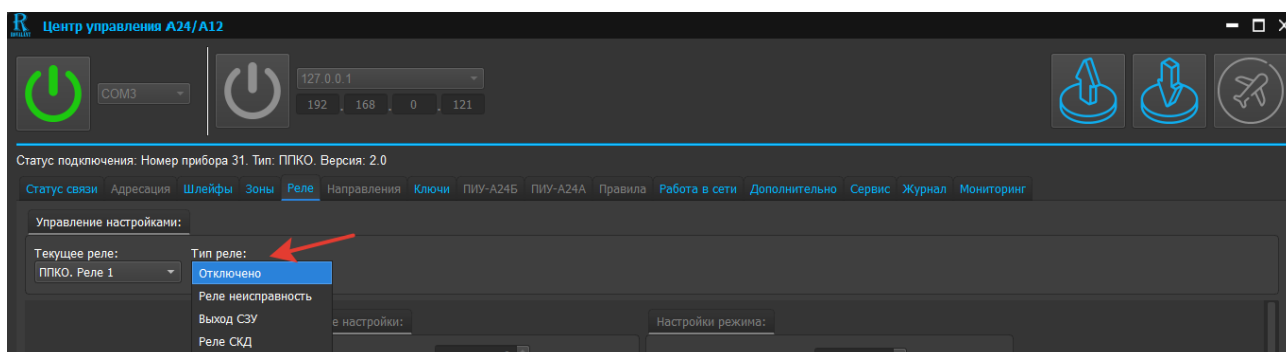

Рис. 42. Скриншот окна выпадающего меню «Тип реле»
6.3.1 Выбор типа реле (см. рисунок 42)